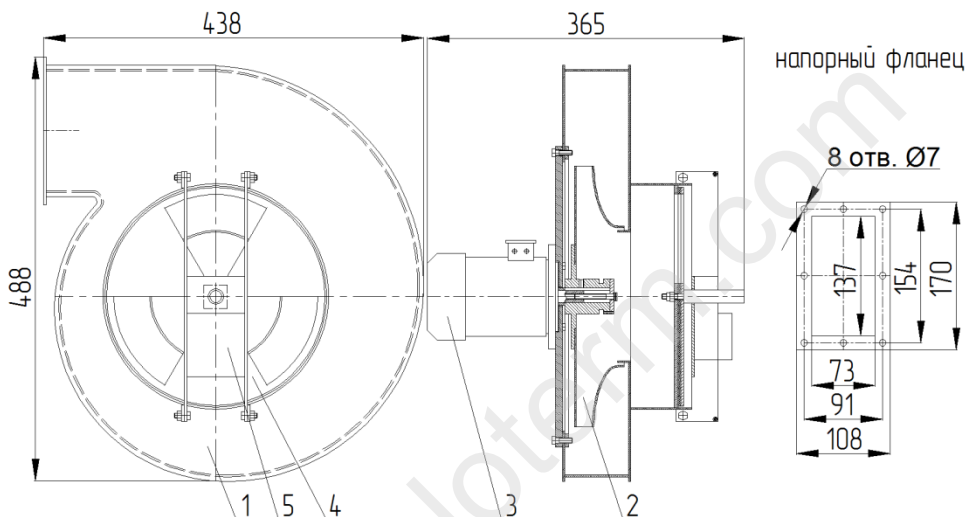

Рис. 4 – Вентилятор ВД-2,7 (1- корпус, 2-рабочее колесо, 3-эл. двигатель, 4- шибер, 5- привод шибера).
3.1 Вентилятор состоит из шести основных частей (рис. 4): корпуса, электродвигателя, рабочего колеса, шибера, привода шибера (по заказу).